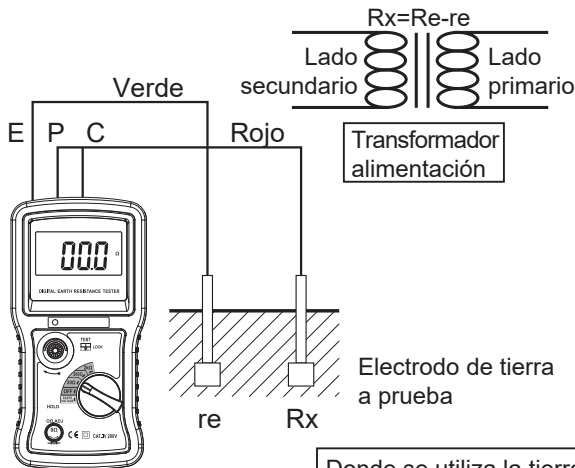

Fig. 4
(3) Método simplificado de medición de la resistencia de tierra
- a. Este método se recomienda cuando la resistencia es mayor que 10Ω o cuando no es posible utilizar picas de tierra auxiliares. Se podrá obtener un valor aproximado de la resistencia de tierra mediante el sistema de dos cables, tal como se muestra en la Fig.4.